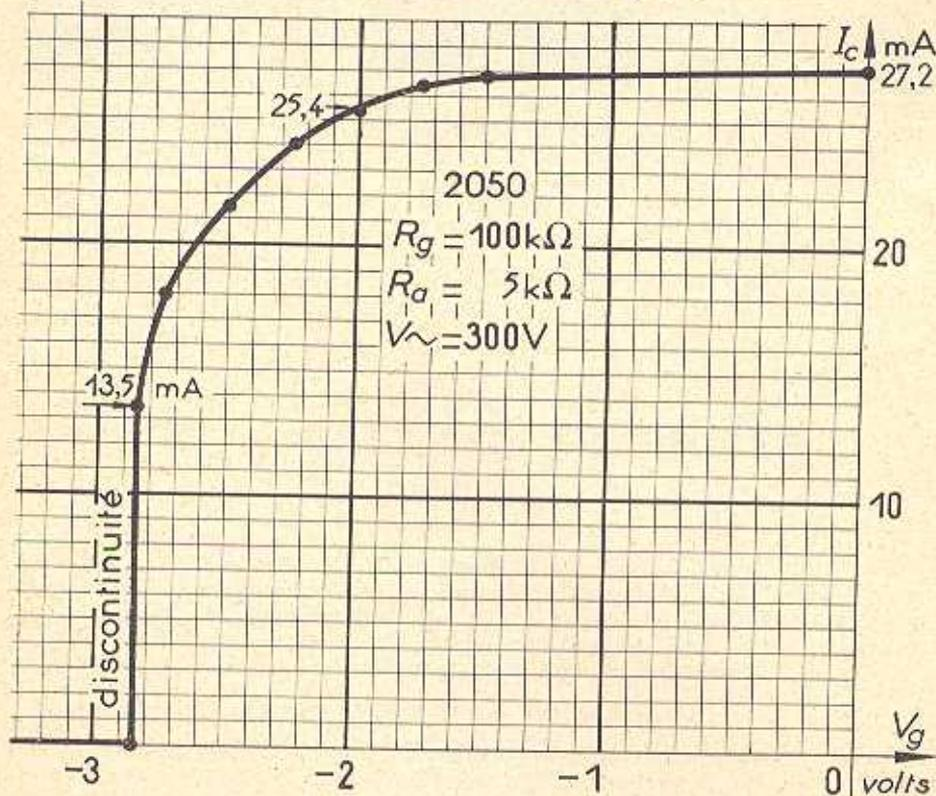

FIG. 7.
3. — VARIATIONS DU COURANT MOYEN REDRESSÉ (fig. 7).